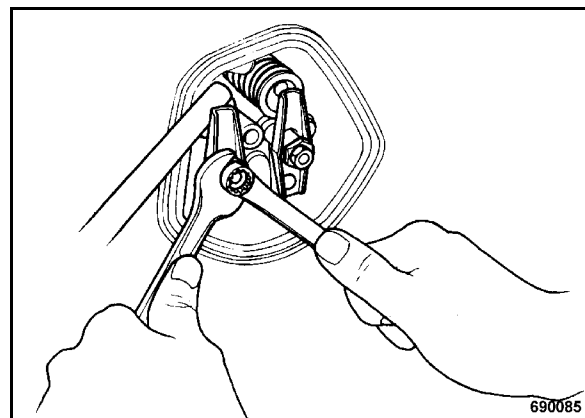

рис. 49
- Щупом для измерения зазоров проверить зазор на обоих клапанах (1) (рис. 49).